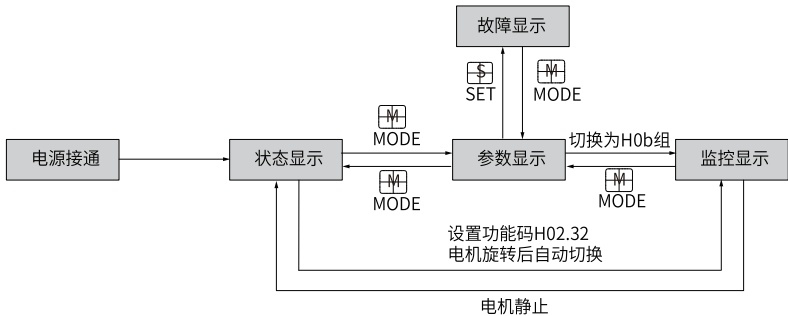

图1-2 面板各类型显示切换方法示意图
- 按“MODE”键可在不同显示模式之间切换，切换条件如 第12页“图1-2”所示。